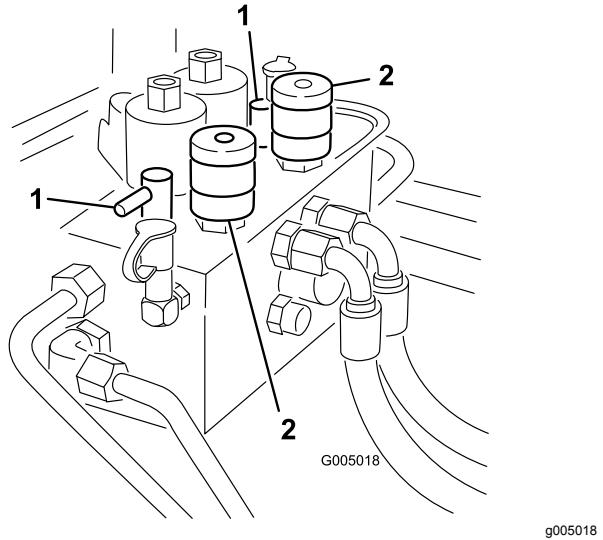

Figura 78
3. Localize os manípulos seletores de velocidade dos cilindros e os manípulos de retificação (Figura 78). Rode os manípulos (ou manípulo) de retificação desejados para a posição de retificação e os manípulos (ou manípulo) seletores de velocidade dos cilindros que pretende para a posição 1.